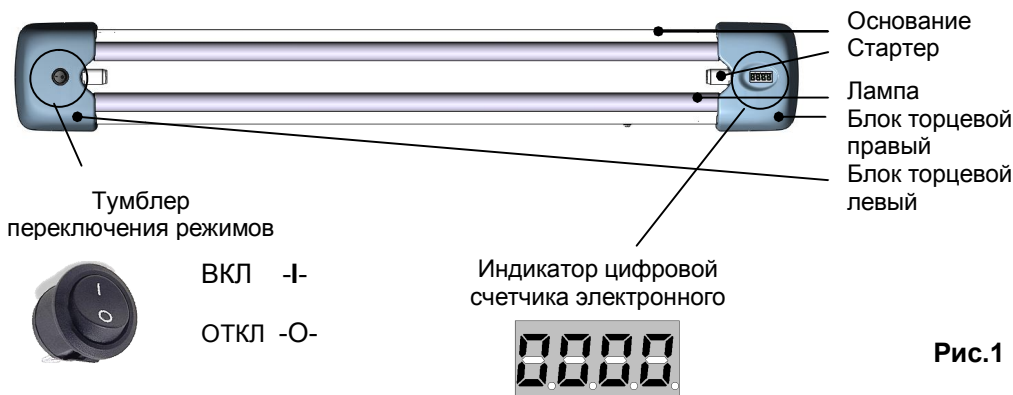

Рис.1
- Извлечь вышедший из строя стартер из стартеродержателя (рис.1).
электронный с индикатором цифровым четырехразрядным и клеммная колодка для подключения жил кабеля питания, в том числе заземляющего провода стационарной проводки рис.1.
- 5.3. В левом торцевом блоке установлены электромагнитный пускорегулирующий аппарат (далее по тексту «ПРА»), 2 патрона электрических для установки и подключения ламп, стартер и Тумблер переключения режимов (рис.1).
- тумблер переключения режимов перевести в положение ОТКЛ (-O-); (рис.1);